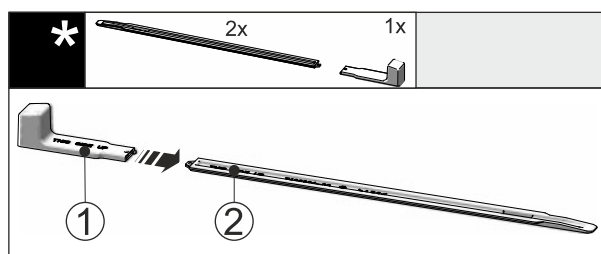

Fig. 54
- ▶ Postavite montažnu ručku Fig. 54 (1) na šinu za Fig. 54 (2) niveliranje.